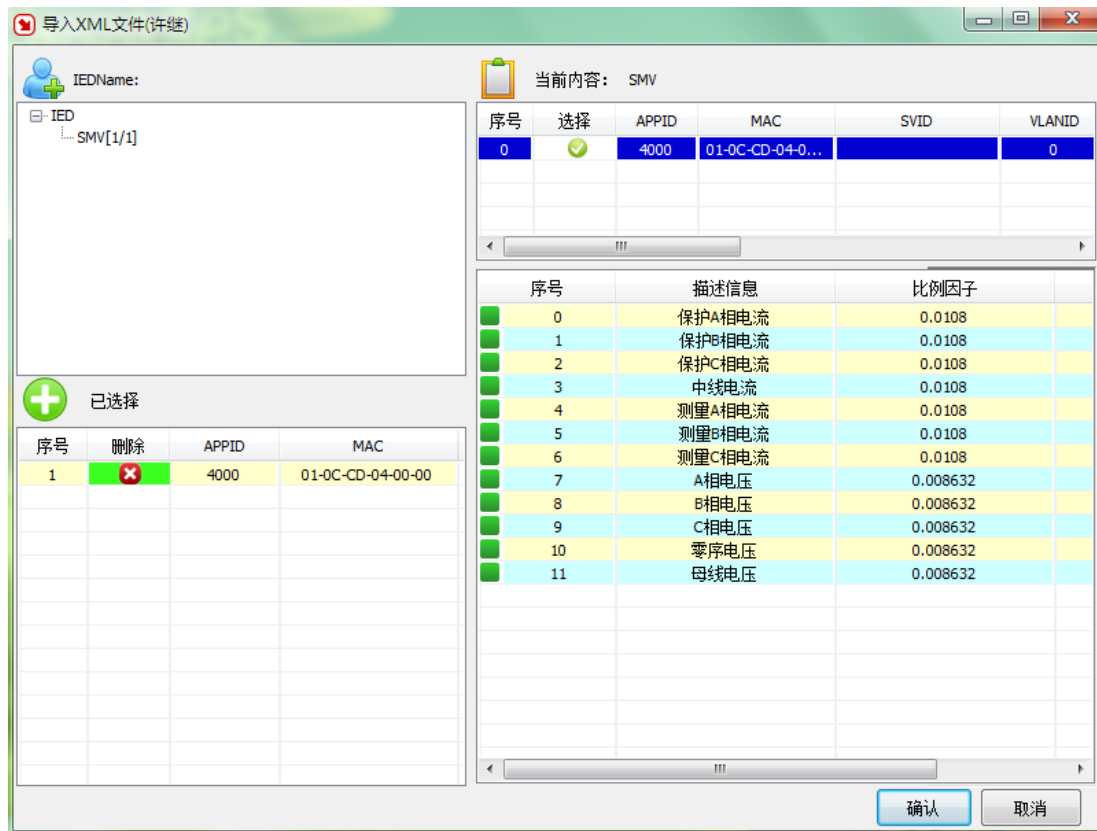

图 4-5-18 NPI 格式采样值信息
1) 导入 NPI 格式采样值信息，选择 XML 文件后，打开界面如图 4-5-18 所示。